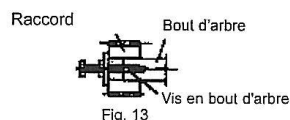

Fig. 13
- b) Utiliser la vis en bout d'arbre afin d'éviter aux paliers d'être endommagés par des coups ou la force axiale lors de l'installation des raccords (voir fig.13).